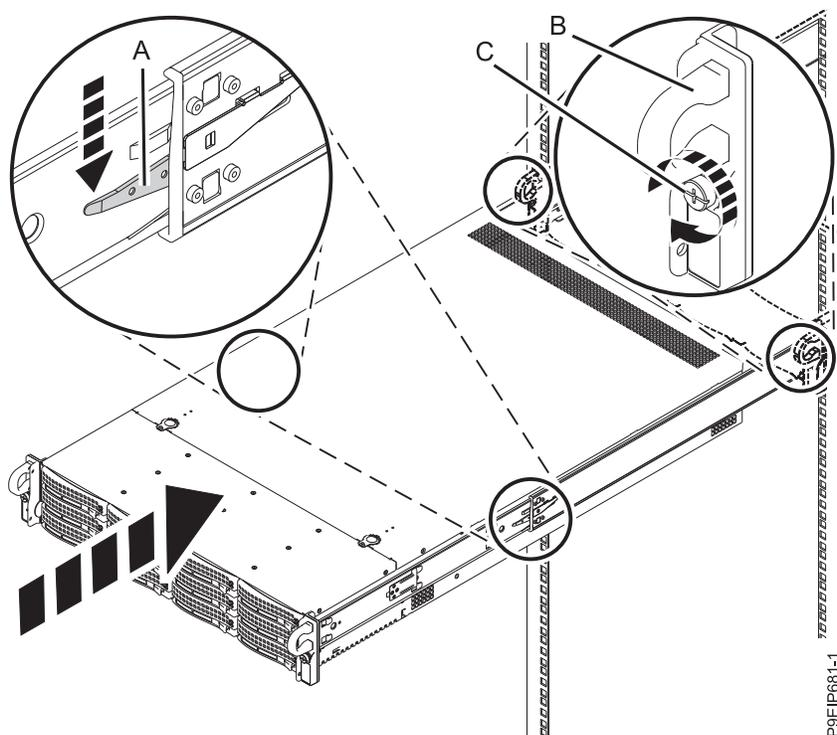

図 109. システムの操作位置への設置
1. レール安全ラッチ (A) を解放し (図 109 を参照)、システムをラックに完全に押し込みます。ケーブルおよびケーブル・マネジメント・アームが自由に動くこと、および何にも引っ掛からないことを確認してください。